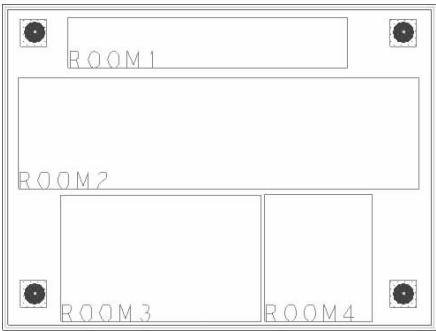

图 12-121 添加 Room 区域
6) 在“Room Name (空间名称)”区域显示创建的名称 ROOM1, 在工作区拖动出适当大小的矩形, 完成 Room1 添加, 在“Room Outline”对话框内继续设置下一个 Room2, 重复操作, 添加好需要的 Room 后, 单击 **OK** 按钮, 退出对话框。完成添加的 Room 如图 12-121 所示。